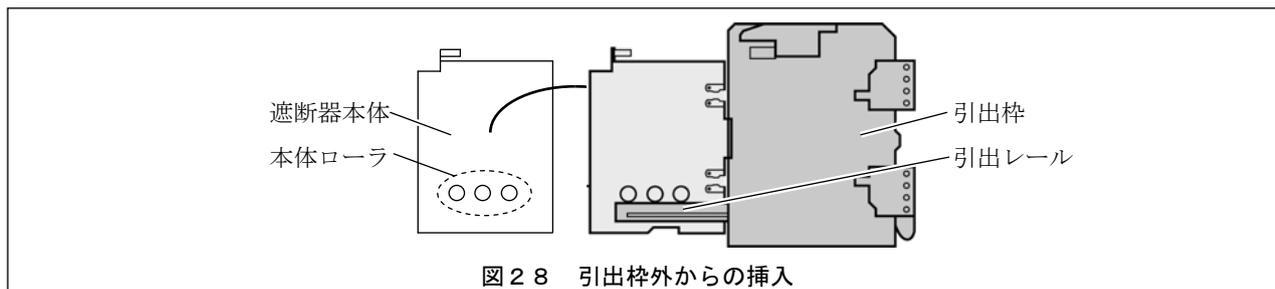

図2 8 引出枠外からの挿入
- 4) 遮断器固定ボルト (図2 7 ②) 付の場合、これがゆるんで引出枠外側へ開いていることを確認します。
- 5) 通信用端子台付の場合、手動コネクタ (図2 7 ⑭) が遮断器本体と引出枠に挟まる位置にないことを確認します。
- 6) 左右の把手 (図2 7 ⑩) を持ち、遮断器本体を引出枠内 (遮断器本体が止まる位置まで) に強く押し込みます。
●通信用端子台付の場合、遮断器本体の押し込みの途中で、手動コネクタを通信用端子台 (図2 7 ⑭) のコネクタプラグに差込んで接続します。再び遮断器本体を押し込む際は、制御電線が周囲の部品に引っかかっていないことを確認します。
- 7) 左右のレールストップ (図2 7 ⑧) を引出枠外側へ押してロックを解除し、引出レール端面 (図2 7 ⑪) を押して、奥側へ止まるまで押し込みます。引出レールはレールストップにより再びロックされます。
- 1) 開閉インジケータ (図2 7 ⑫) が「OFF」であることを確認します。(遮断器閉路時は、引出ハンドル (図2 7 ①) を挿入できません。)
- 2) 位置ロックレバー (図2 7 ⑬) がロックされている場合、ロックを解除します。(4-5. 参照)
- 3) 引出ハンドル挿入口 (図2 7 ④) に引出ハンドルを押し込み、止まるまで時計方向にゆっくり回し、位置インジケータ (図2 7 ⑤) が試験位置「TEST」を表示します。引出ハンドルを時計方向に回す時、遮断器本体が動き始めるまでは遮断器本体を押しながら操作してください。